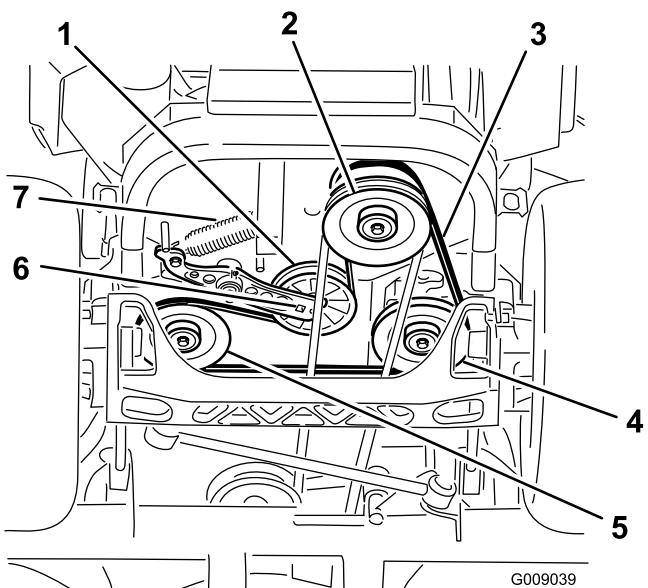

Figure 76
5. Insérez un rochet dans le trou carré du bras de la poulie de tension pour déposer le ressort de la poulie de tension (Figure 76).
6. Décrochez le ressort de la poulie de tension du châssis (Figure 76).
9. Insérez un rochet dans le trou carré du bras de la poulie de tension pour installer le ressort de la poulie de tension sur le châssis (Figure 76).
4. Soulevez la machine sur des chandelles (Figure 76).